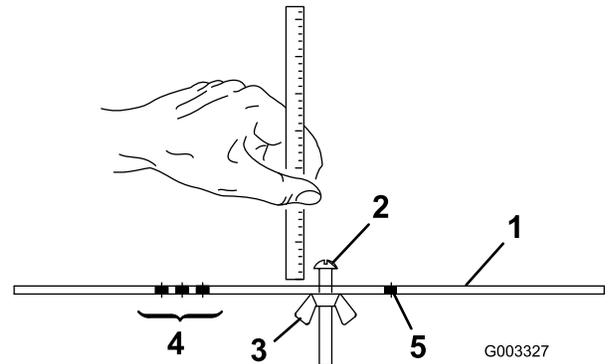

図 19
2. ゲージバー 図 19 のナットをゆるめ、調整ねじを希望の刈り高に合わせる